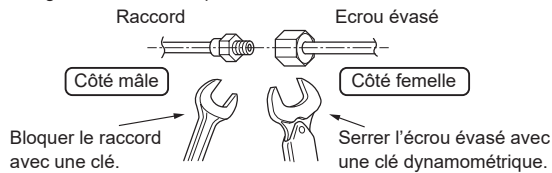
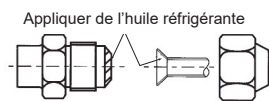

Fig. 6-2
Fig. 6-3
- (3) Appliquez de l'huile réfrigérante sur la surface évasée. (Fig. 6-3)
- (4) Raccordez la tuyauterie de réfrigérant immédiatement. Pour effectuer le raccordement, alignez d'abord le centre, puis serrez à la main l'écrú à évasement de 3 à 4 tours. Serrez toujours les écrú évasés au couple spécifié dans le Tableau 2 à l'aide d'une clé dynamométrique et d'une clé à fourche. (Fig. 6-2)
- (5) Serrez les écrú évasés sur les ports de connexion non connectés à un appareil intérieur ou à un appareil extérieur au couple de serrage indiqué dans le Tableau 4\* pour empêcher la fuite de réfrigérant.
- \* Lorsque vous retirez l'écrú évasé et le capuchon en cuivre, appliquez de l'huile réfrigérante sur la surface évasée du raccord avant de les réinstaller. (Fig. 6-3)